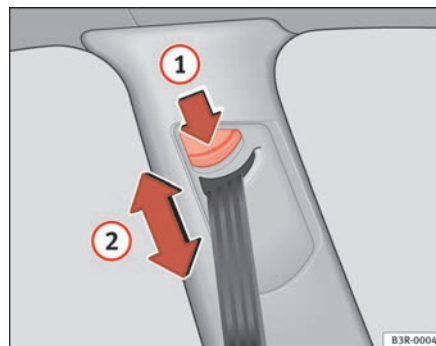

Fig. 16 Regolazione in altezza delle cinture: cerniera di rinvio
- Premere il tasto ⇒ fig. 16 ① per la regolazione dell'altezza della cintura.
- Spostare la cerniera di rinvio verso l'alto o verso il basso in modo che il tratto diagonale passi approssimativamente sul centro della spalla e comunque **mai sul collo** ⇒ fig. 16 ②, ⇒ ⚠ in “Posizione della cintura di sicurezza” a pag. 26.